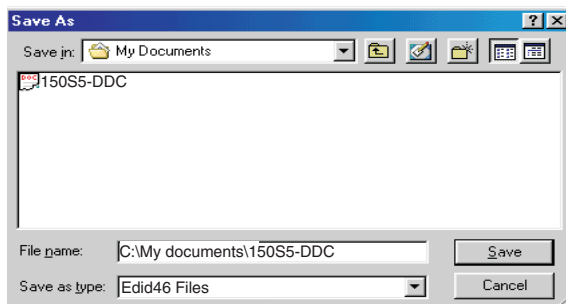

Fig. 24
1. Clique o ícone  na barra de ferramentas e dê um nome ao arquivo (fig. 24). O tipo de arquivo é DDC e pode ser aberto no Word Pad. Usando o Word Pad, os textos dos dados DDC e tabelas podem ser modificados. Se TEXTOS DDC & TABELAS HEX estão corretas, pode-se salva-los como arquivo .ddc.